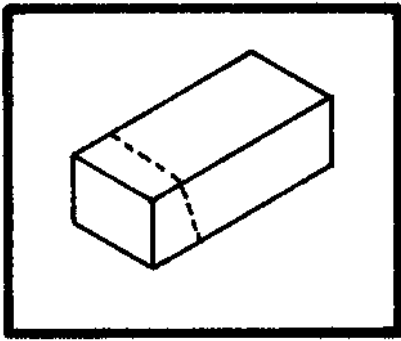

Fig. 15 - End Break
55. End Breaks (See Fig. 15.) Move